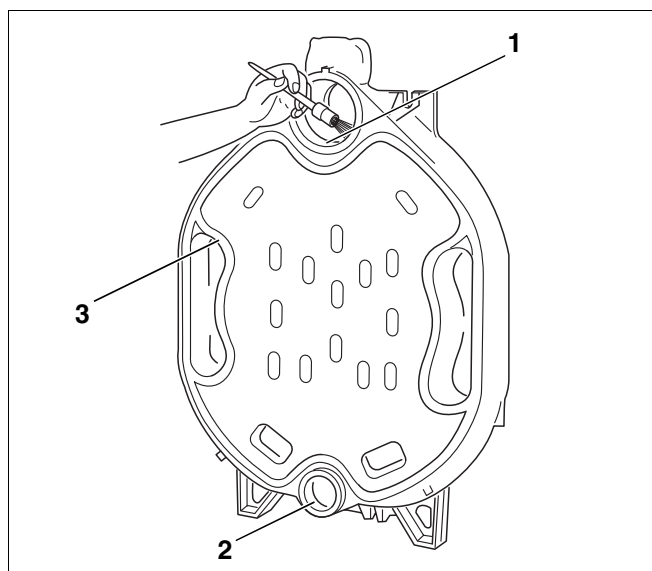

Fig. 8 Forberedelse av pakningsnoter og nav
- Rengjør om nødvendig pakningsnotene med stålborste og klut (fig. 8, **pos. 3**).
- Rens tetningsflatene på navene (fig. 8, **pos. 1 og 2**) med en bensindynket klut.